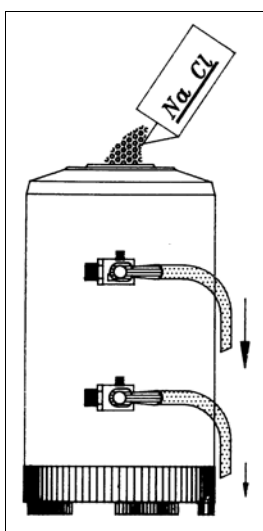

Рис.2
1. См.рис.2. Поверните краны С и D вправо.